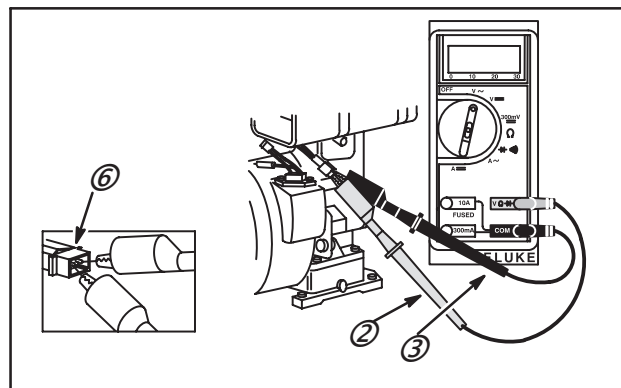

Fig. 20
- (Alternateurs Quad Circuit et 10 et 16 Ampères régulé) Introduire les sondes des fils ROUGE (2) et NOIR (3) du contrôleur dans les bornes de sortie du connecteur JAUNE (6), comme indiqué à la Fig. 20. (Les pinces du contrôleur peuvent être accrochées dans n'importe quel sens).